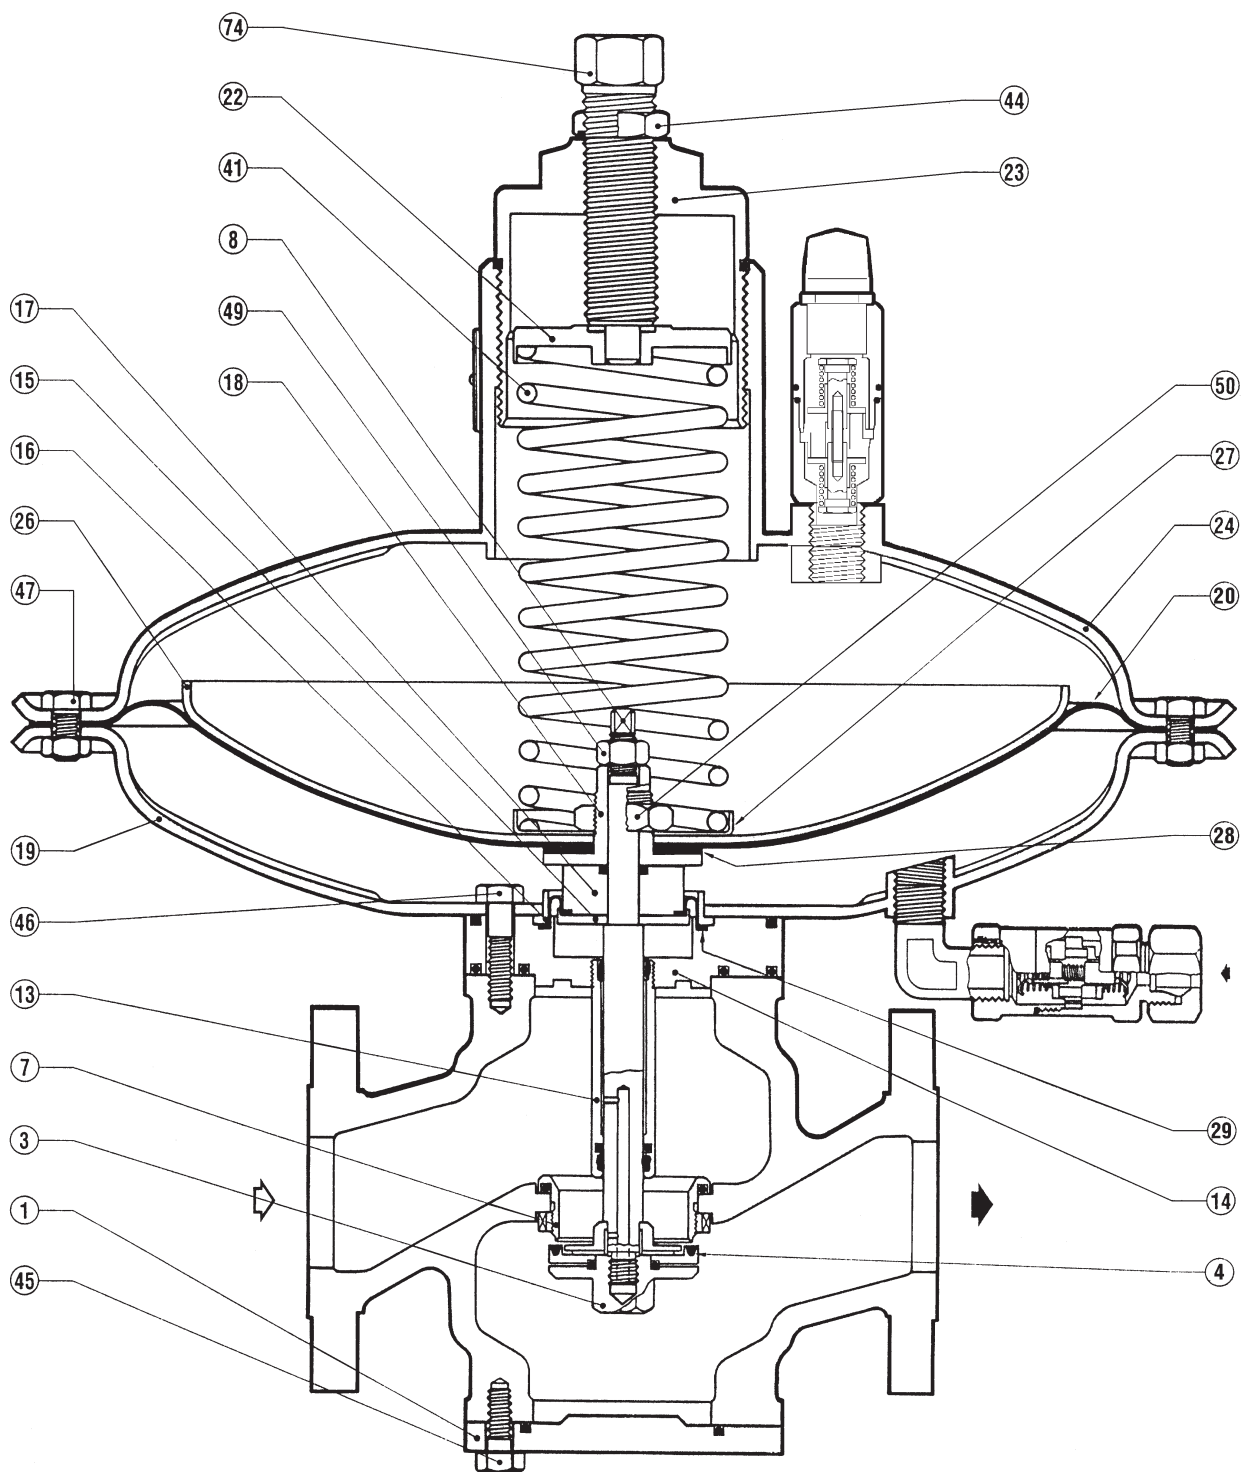

Fig. 17
6.1 TAB. 9 REGOLATORE (FIG. 17)
(Le posizioni si riferiscono alla fig. 17)